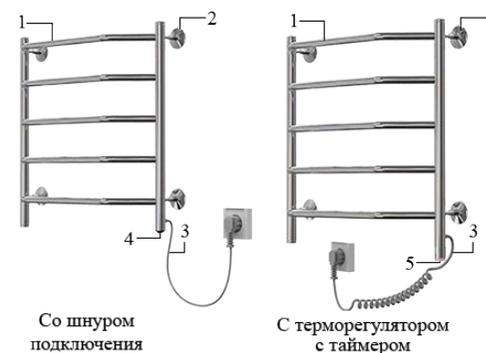

Рис.1
2.3. Полотенцесушители электрические бытовые отличаются по форме, размерам, мощностью, температурой поверхности, а также некоторыми элементами конструкции и состоят из следующих основных узлов (Рис.1): 1 - корпус; 2 - кронштейны для креплений; 3 - шнур подключения длиной 1,5 м; 4 - выключатель; 5 - управляющая кнопка. Отличия по конструкции заключается в том, что одни ПЭБ выпускаются со шнуром подключения, другие с терморегулятором с таймером.